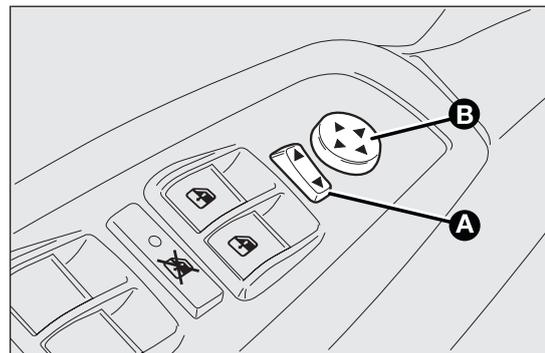

fig. 37
- mediante el selector A fig. 37 seleccionar el espejo (izquierdo o derecho) que se desea regular;